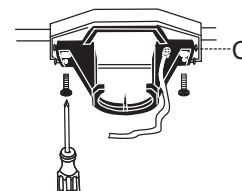

Fig. 4
4. Asegure el soporte de montaje (C) a la caja de salida con los tornillos, las arandelas de resorte, y las arandelas planas (tamaño 8) provistos con la caja de salida. [Fig. 4]
***Nota:** Es muy importante usar los artículos de ferretería correctos al instalar el soporte de montaje (C) puesto que sirve para sostener el ventilador. Por favor asegúrese de comprar cualquier artículo de ferretería que falte para poder instalar el soporte de montaje (C) correctamente.